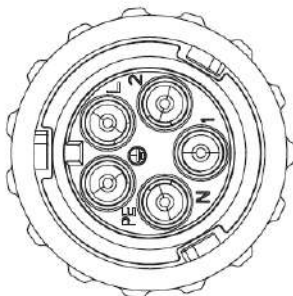

Imagen 5.9 Patrón de bornas de conexionado CA
Paso 4: Usando un destornillador de cabeza hexagonal, afloje las tuercas de la cuenca e inserte cada núcleo de cable en la correspondiente borna, y ajuste cada tornillo. El agujero de conexionado de la conexión CA se etiqueta como se muestra en la imagen 5.9